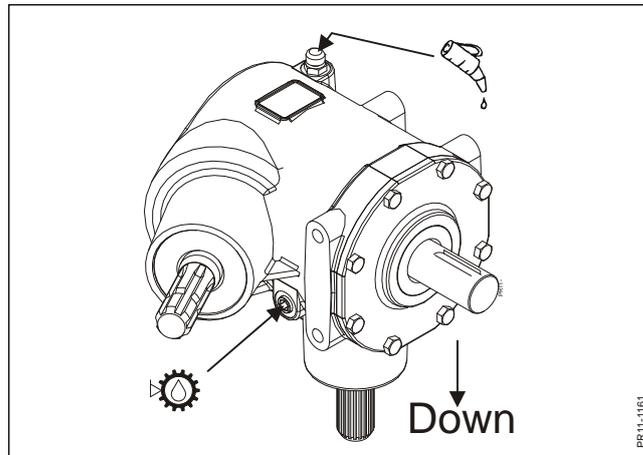

Abb. 4-7
- Abb. 4-7 Ölfüllmenge:** **1,80 Liter**